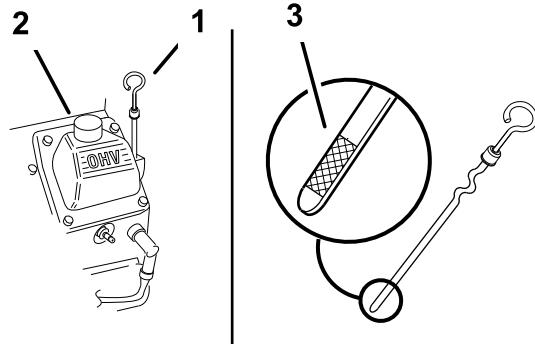

图16
3. 清洁量油尺周围的区域（图16），防止灰尘落入注油孔并损坏发动机。
4. 拧下量油尺，并将端部擦拭干净（图16）。
5. 将量油尺完全滑入加油管，但切勿旋回管子（图16）。
6. 慢慢向加油管（图16）注入规定油量的大约 80%。